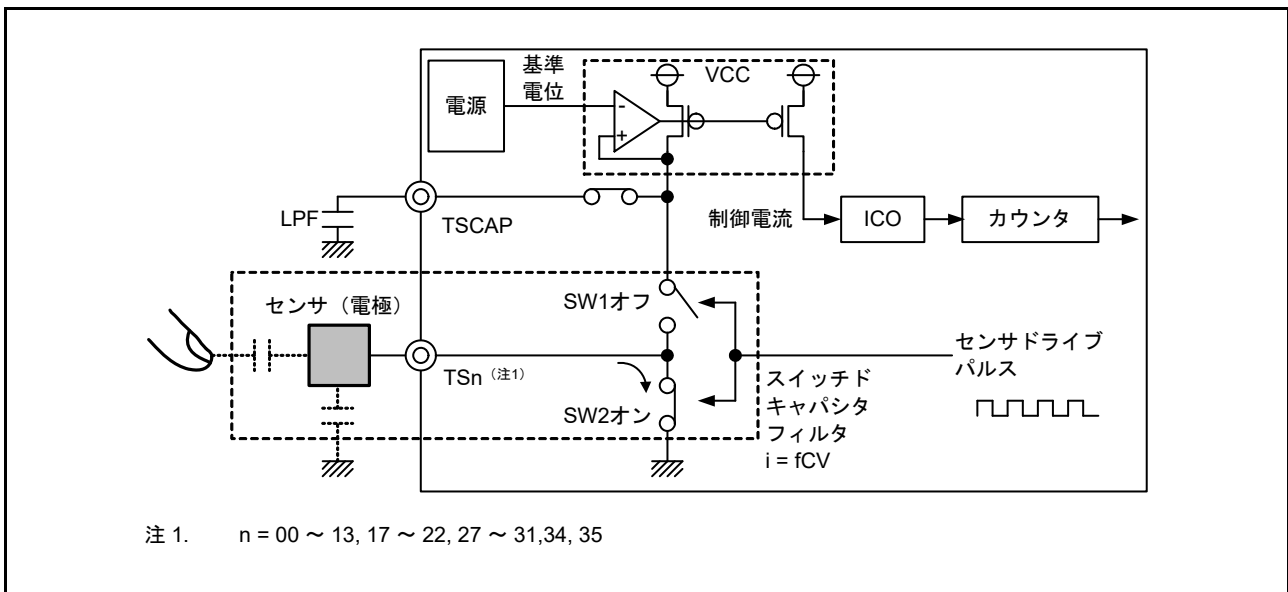

図 44.6 放電動作
2. SW1: OFF、SW2: ON にすることで、充電された容量は放電されます。図 44.6 を参照してください。